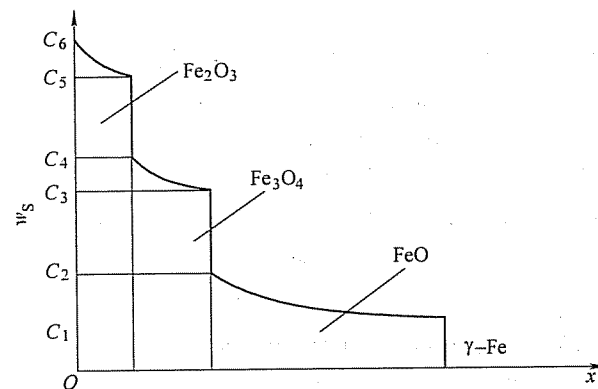

图 12-2 第七题第 2 小题解答图
1. 影响扩散的因素:①温度的影响。温度越高,扩散越快。②晶体结构的影响。结构不同,扩散系数不同。③固溶体类型对扩散的影响。不同的固溶体,原子的扩散和机制不同。④固溶体浓度对扩散的影响。浓度越大,扩散越容易。⑤晶体缺陷的影响。晶界、位错、空位都会对扩散产生影响。⑥化学成分对扩散的影响。加入化学元素对扩散会产生阻碍。
2. 根据 Fe-O 相图,在 1000℃ 下当表明氧浓度达到 31% 时,则由表面向内依次出现  $\text{Fe}_2\text{O}_3$ 、 $\text{Fe}_3\text{O}_4$ 、FeO 氧化层,最内侧是  $\gamma\text{-Fe}$ ,如图 12-2 所示。随着扩散的进行,氧化层逐渐增厚并向内部推行。